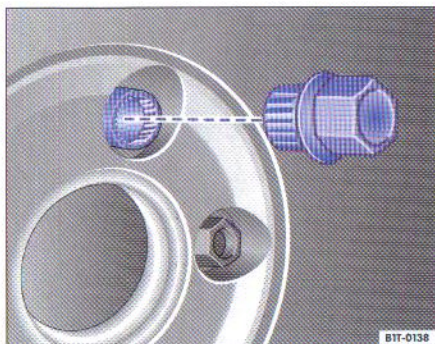

Fig. 26 Înlucirea roții: Prezoane de roată antifurt și adaptor
- Introduceți adaptorul pe un prezon de roată antifurt⁸⁾ ⇒ fig. 26.